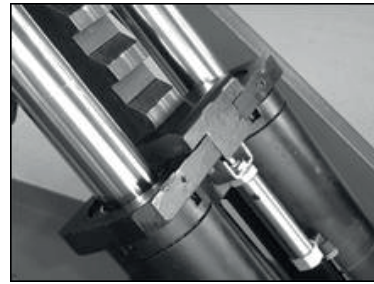

Figure 10
- Veillez donc à ce que le module à engrenages soit complet et que la denture de sécurité soit bien engagée (figure 10).